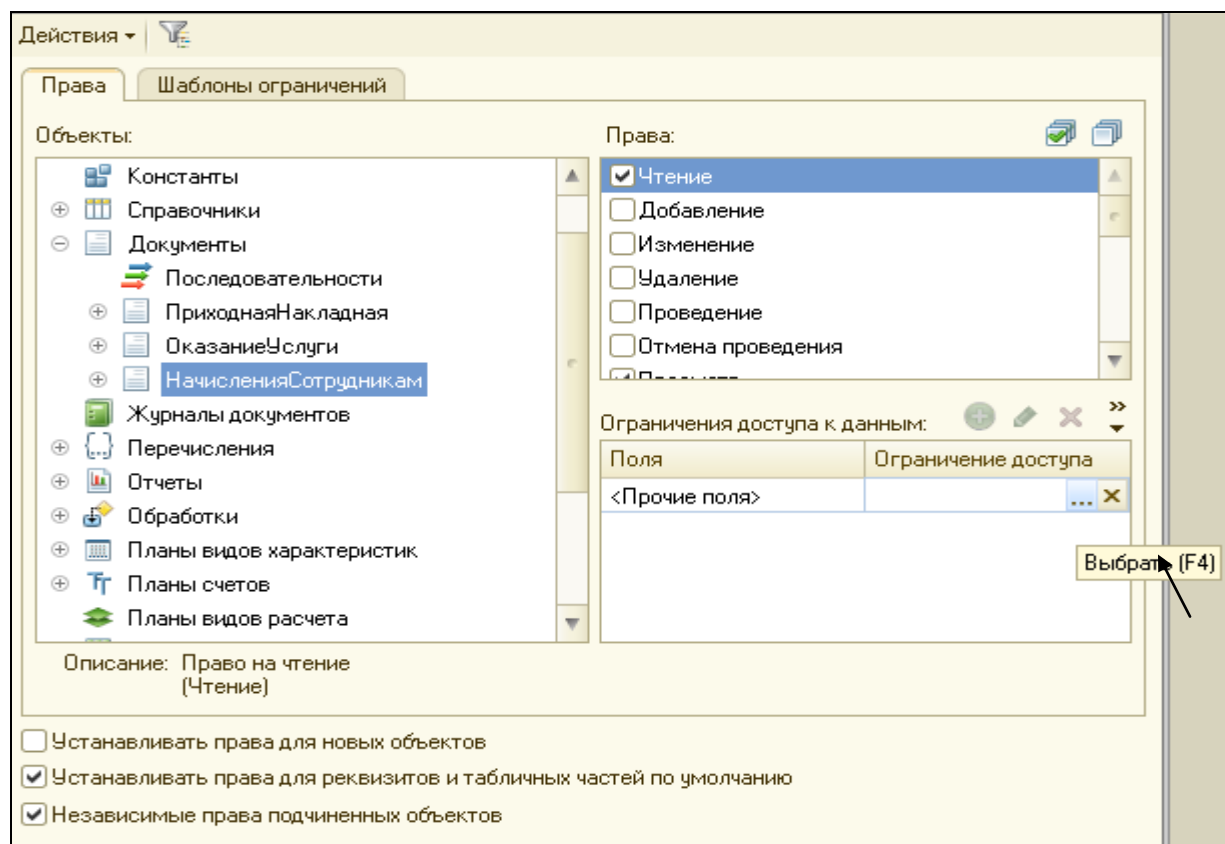

Рисунок 11.13 Вызов редактора ограничения доступа
2. Запретить доступ ко всем полям документа. В область **Поля** установить прочие поля, нажать на кнопку выбора ограничения доступа (рис.11.13).